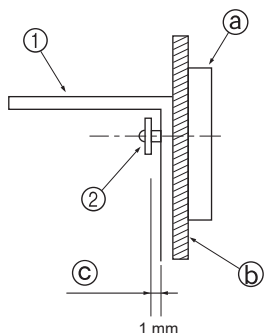

Fig. 3-4
- Zunächst die Klammer an der Wand montieren und dann die Schrauben anziehen, so daß die Klammer nach oben und unten geschoben werden kann. (Fig. 3-4)
- ① Klammer, die das Umkippen verhindert
- ② Blechschraube
- ③ Fries
- ④ Material der Wandfläche